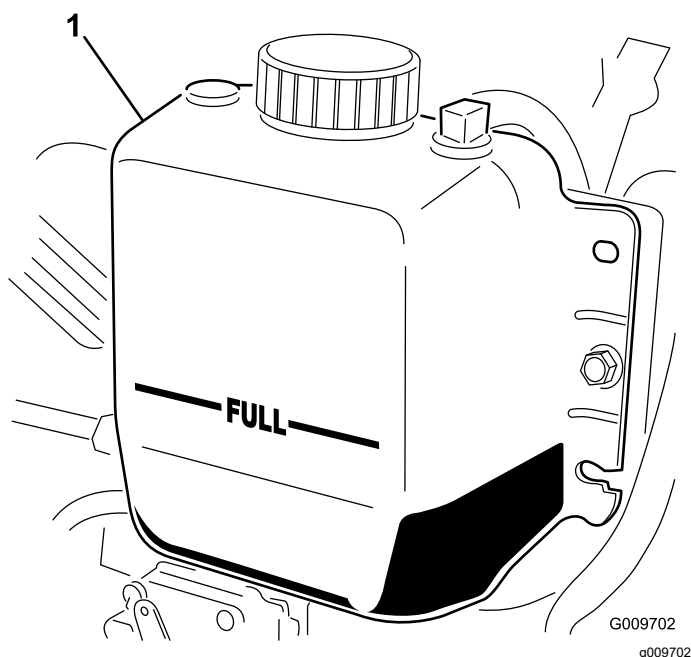

Figura 84
3. Compruebe el nivel de refrigerante del radiador. El radiador debe llenarse hasta la parte superior del cuello de llenado, y el depósito de expansión debe llenarse hasta la marca LLENO (Figura 84).